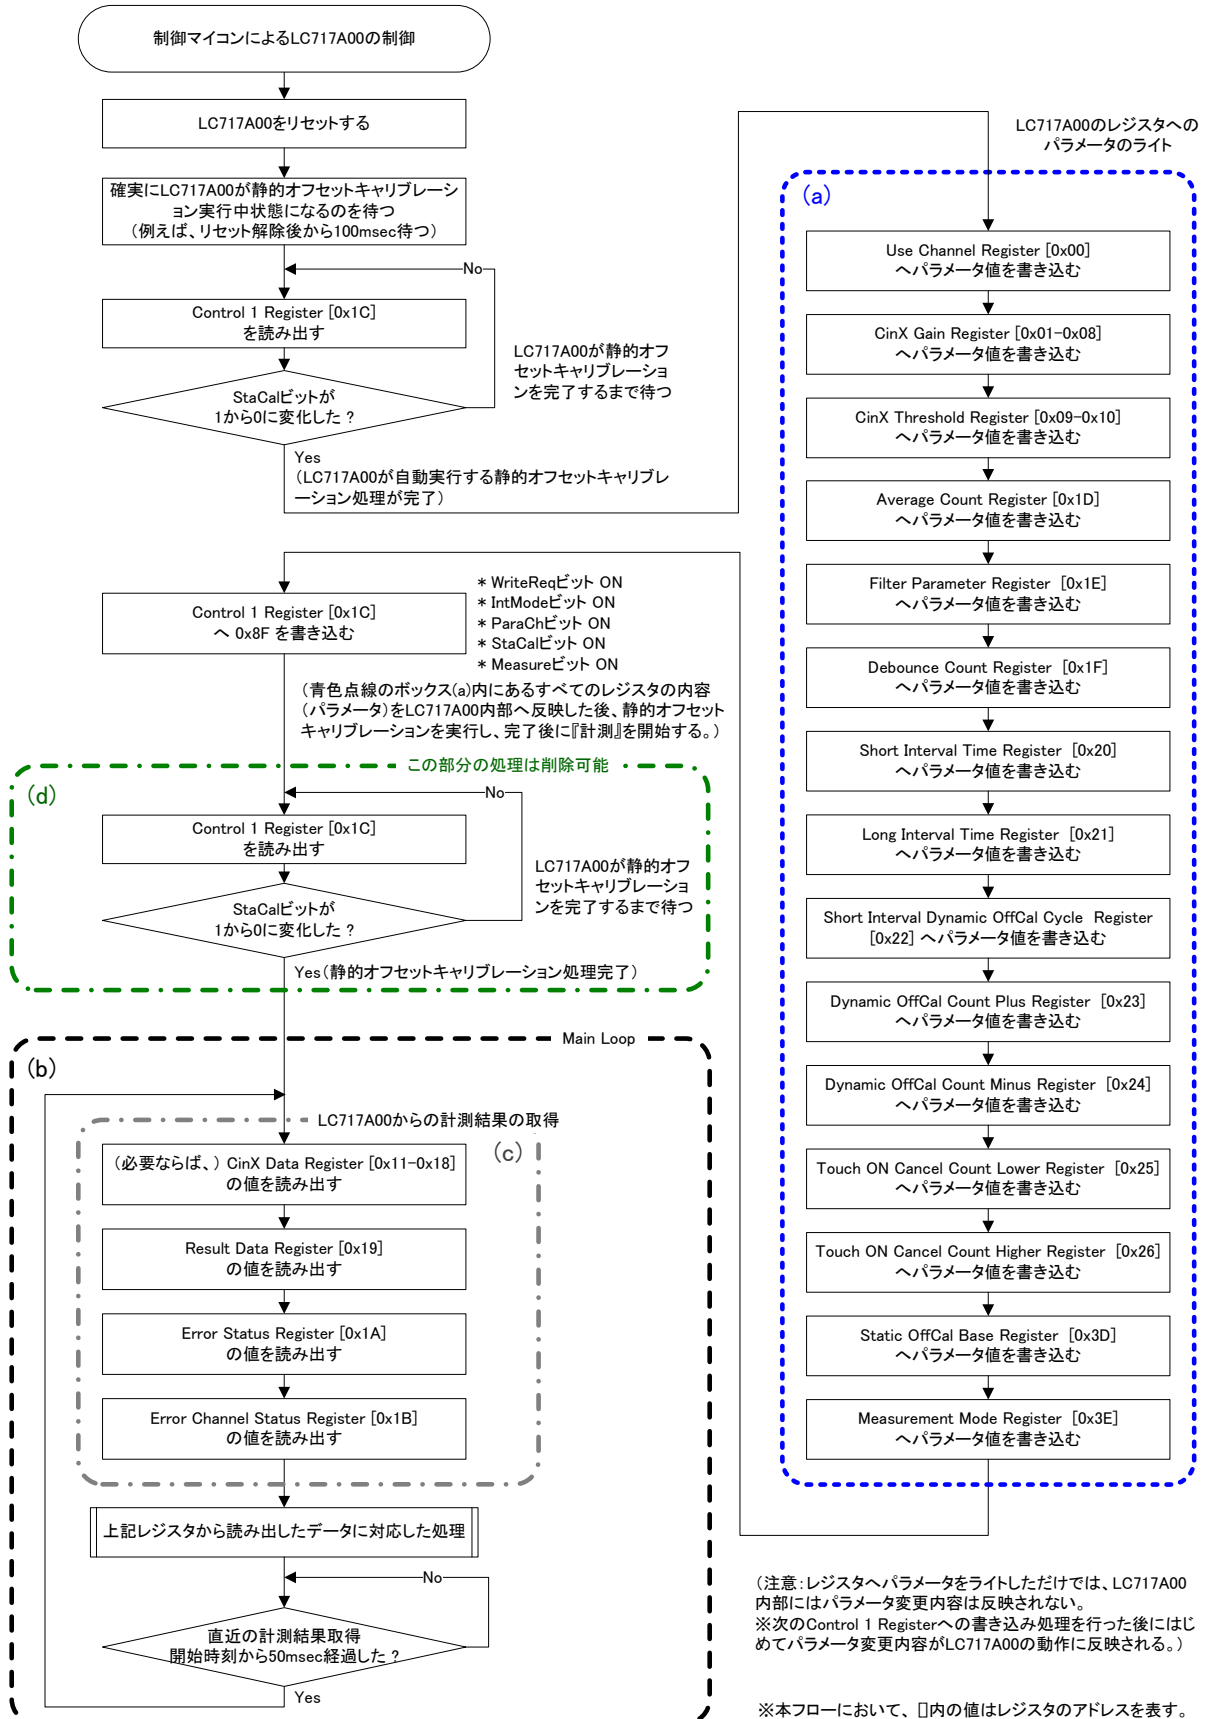

図 4-4 インターバルモードに設定し、INTOUT を使わずに計測結果をリードする場合の制御例
- (2) 制御マイコンは、リセット後に LC717A00 が自動実行する静的オフセットキャリブレーション処理が完了するまで待ちます。（例えば、nRST を使った LC717A00 のリセット制御終了直後から 100msec 経過するまで待ち、その後 Control 1 Register 【Address=0x1C】をリードして StaCal ビットが 0 になるまで待ちます。）
- (3) 制御マイコンは、新しい設定パラメータをレジスタ群にライトします。（具体的には、制御マイコンは、図 4-4 の青の点線で囲まれたボックス (A) 内のすべてのレジスタまたは一部のレジスタに新しいパラメータをライトします。）